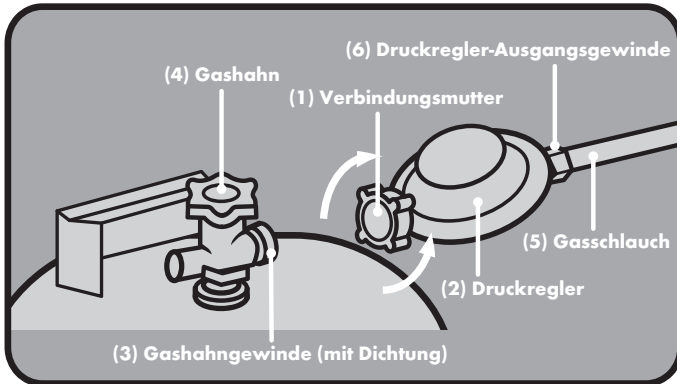
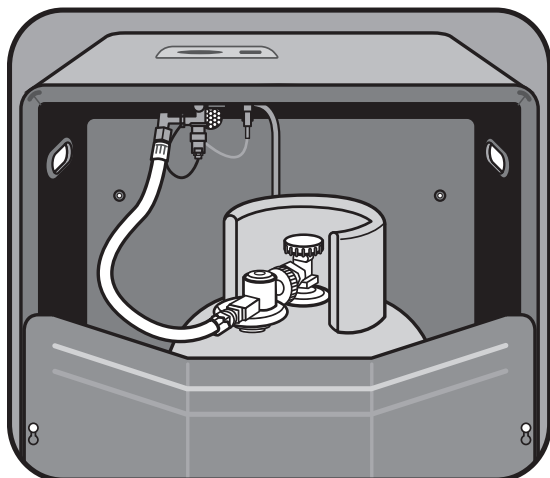

Abb. 1: Montage des Druckreglers
Abb. 3: Installation der Gasflasche
2. Verbinden Sie den Druckregler mit der Gasflasche, indem Sie die Verbindungsmutter (1) des Druckreglers (2) durch Linksdrehung (von Hand) auf das Gashahngewinde (3) schrauben (siehe Abb. 1).
Der Gasschlauch darf auf keinen Fall geknickt und/oder verdreht werden. Drehen Sie die Flasche so, dass Gasschlauch und Druckregler nach außen zeigen (siehe Abb. 3). Stellen Sie sicher, dass der Gasschlauch genügend Raum hat und somit keine Knicke aufweist. Der Gasschlauch darf nicht unter Spannung bzw. unter Zug stehen.
4. Verbinden Sie den Druckregler mit der Gasflasche, indem Sie die Verbindungsmutter (siehe Abb.3, Nr.1) des Druckreglers (siehe Abb.3, Nr.2) durch Linksdrehung (von Hand) auf das Gashahngewinde (siehe Abb.3, Nr.3) schrauben (siehe Abb. 1).